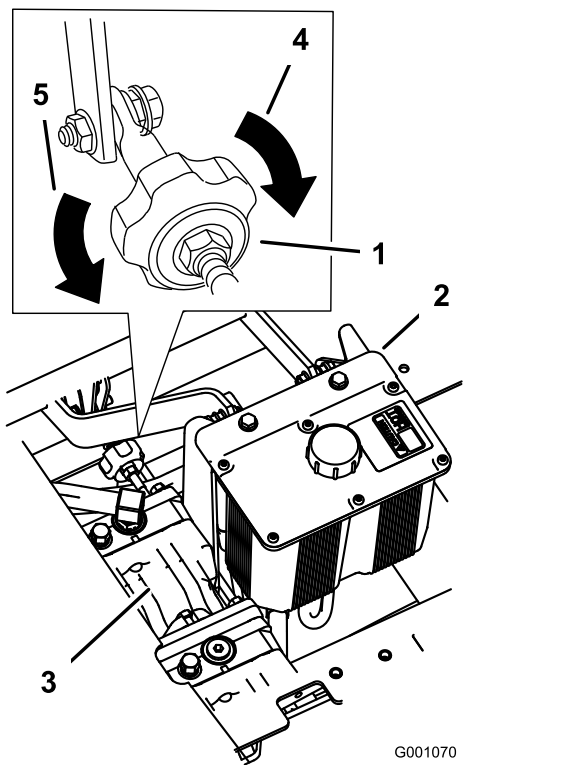

Figura 49
4. Retire la batería según se muestra en Figura 49
4. Para que la máquina vaya a la derecha, gire el pomo hacia el lado derecho de la máquina. Consulte Figura 49.
5. Para que la máquina vaya a la izquierda, gire el pomo hacia el lado izquierdo de la máquina. Consulte Figura 49.